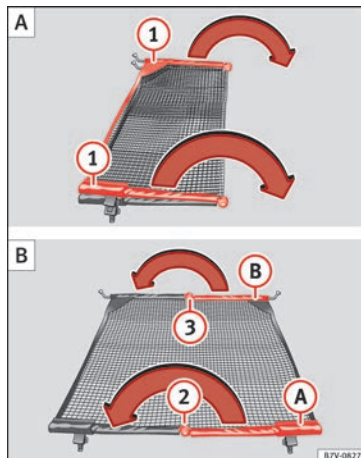

Fig. 166 Dépliez le filet de séparation ① puis repliez-le ② et ③.
Dépliez entièrement les barres transversales du filet de séparation » » fig. 166 ① dans le sens de la flèche jusqu'à ce que vous entendiez un « clic ».
- Appuyez sur le bouton de déverrouillage » » fig. 166 ② puis pliez la barre ① dans le sens de la flèche avec le bouton de déverrouillage enfoncé.
- Appuyez sur le bouton de déverrouillage » » fig. 166 ③ puis pliez la barre ② dans le sens de la flèche avec le bouton de déverrouillage enfoncé.